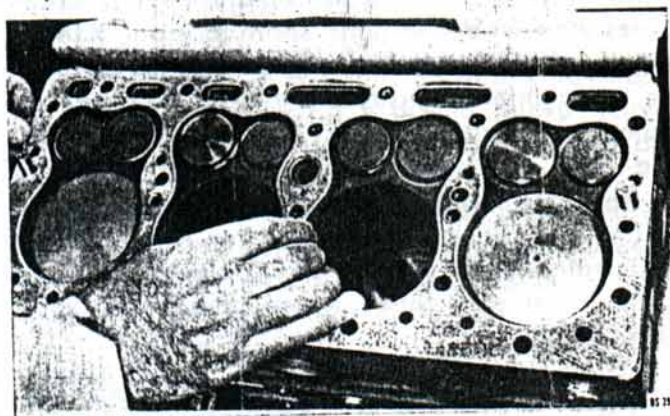

Fig. 153. — Colocando la junta de la tapa de cilindros.
- Colocar la junta de la tapa de cilindros sobre los pernos guías y sobre el block de cilindros; colocar luego la tapa sobre los citados pernos. La junta de la tapa de cilindros tiene una sola posición. La correcta colocación de la misma se realiza cuando la parte metálica de ella está hacia el block de cilindros y los orificios que posee para la circulación del agua, coinciden plenamente con los del block (Fig. 153).